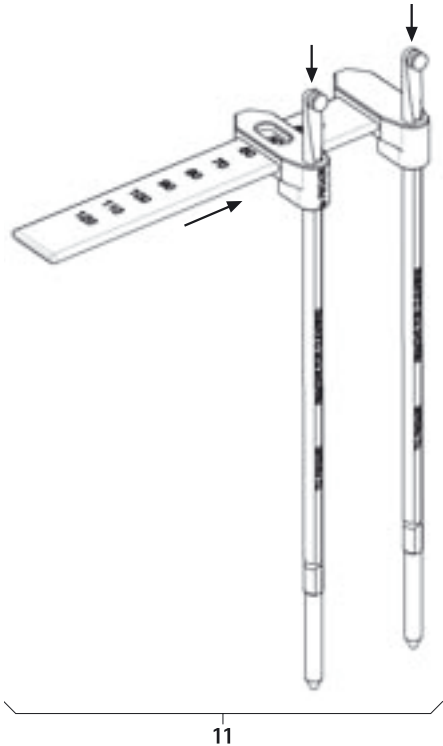

Fig. 17
- Montare il misuratore lunghezza barre **11**, vedere Fig. 17.